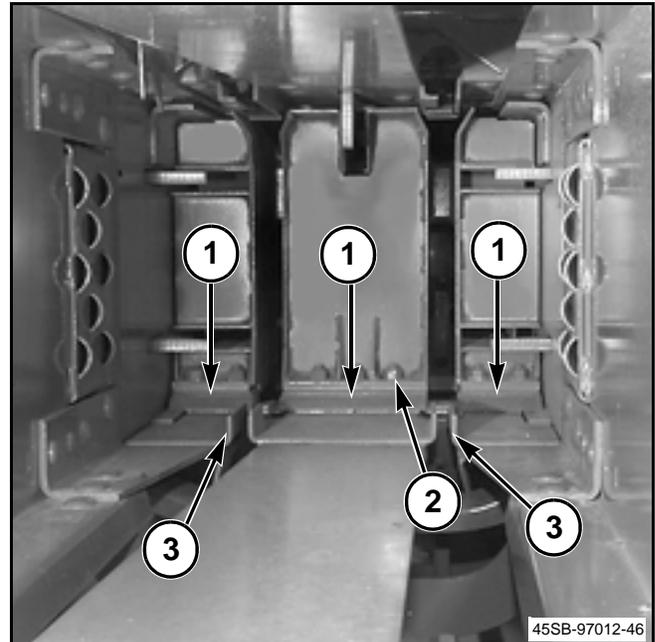

FIG. 28
FIG. 28: Las tres cuchillas del émbolo (1) están sujetas al émbolo con pernos de arado y tuercas de traba centrales. Las dos cuchillas de reborde proporcionan una superficie de corte para las cuchillas del émbolo. Las cuchillas de reborde están montadas en el piso de la cámara de fardos, en la parte trasera de la vertedera del dispositivo de llenado. Las cuchillas de reborde se conectan con pernos de arado.